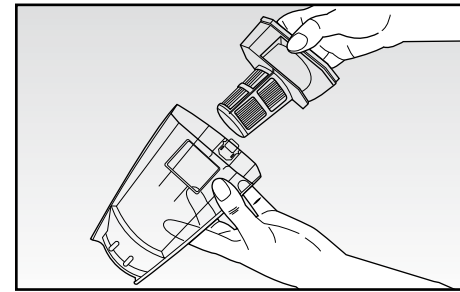
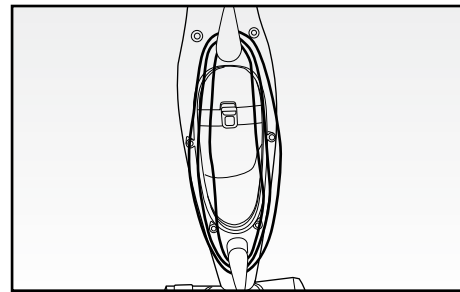

Fig. 9
Fig. 10
- Estrarre verso l'esterno il filtro (D) (Fig. 9) e quindi il relativo supporto (E) e procedere con la loro pulizia.
**ATTENZIONE:** Lavare il filtro (D) solo con acqua pulita senza usare saponi o detersivi.
- Quindi svuotare il contenitore della polvere (A) in un apposito sacchetto di plastica e, se necessario, lavarlo con acqua.
**ATTENZIONE:** Montare correttamente il supporto (E), il filtro (D), il contenitore della polvere (F) prima di avviare l'apparecchio.
- Riasssemblare l'apparecchio e riporlo utilizzando l'apposito avvolgicavo (N) posteriore (Fig. 10).